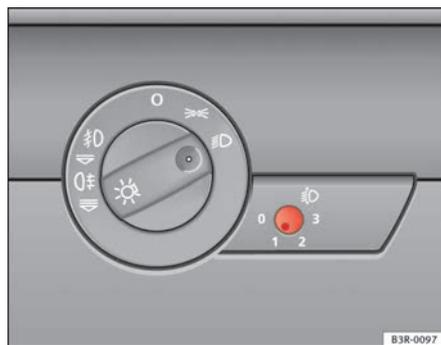

Fig. 87 Regulação do alcance dos faróis
- Pressione brevemente o botão  => fig. 87 para o retirar da sua posição.